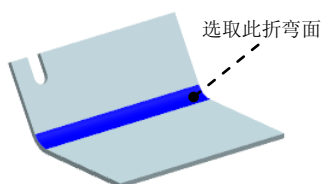

图 6.5.7 定义放置折弯
Step5. 定义放置折弯。在系统 **单击沿其放置加固板的折弯。** 的提示下, 选取图 6.5.7 所示的模型表面为放置面。